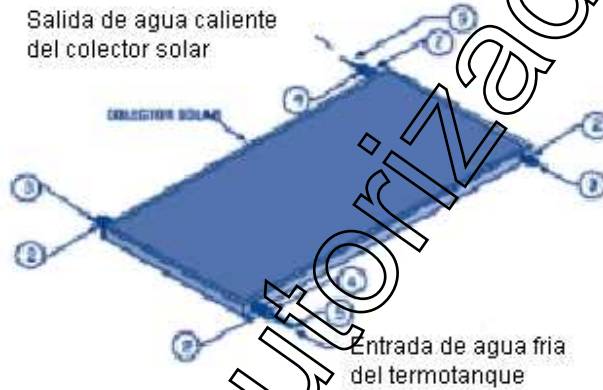

Figura 3 Sujeción de colector solar
4.- Colocar el panel solar y sujetar con ayuda de los tornillos colocados en el soporte del colector solar (ver figura 3).